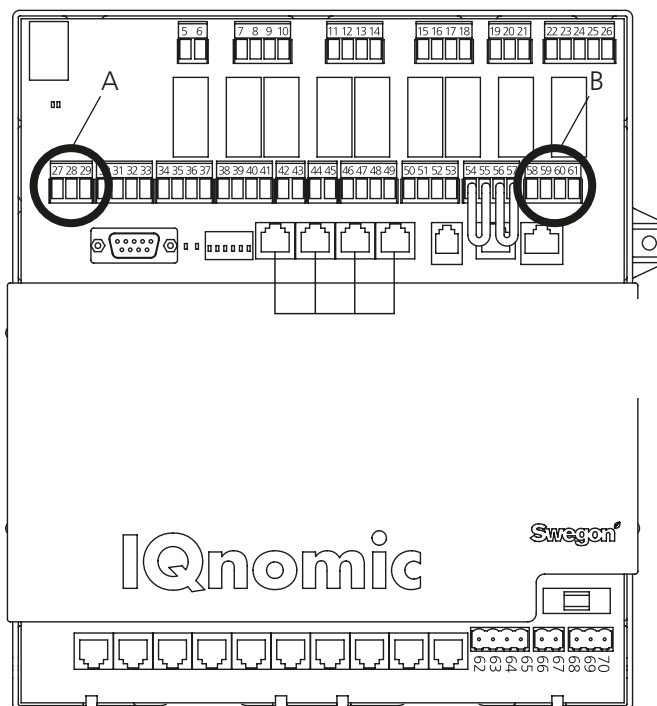

Fig. 5
Anslut matningsspänning 24 VAC till plintar Vin+ (24) och GND (23). Matningsspänning kan hämtas från aggregatets styrenhet, se nedan och B i fig. 5.
Anslut nätverk från kommunikationsenhet GOLDen GATE till styrenhet GOLD (A i fig. 5). Använd 3-ledarkabel.